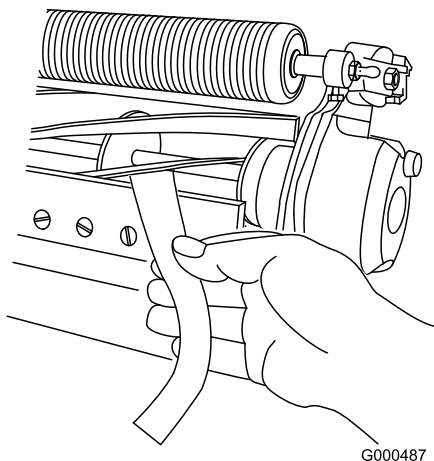

Figura 11
- B. Inserai o bucată lungă de hârtie pentru verificarea performanei de tăiere între cilindru i contracuit, perpendicular pe acesta din urmă (Figura 11), apoi **rotii** cilindrul încet în față; ar trebui să taie hârtia; în caz contrar, repetai pași A i B până când ajungeți la acest rezultat.
11. Inserai o bucată lungă de hârtie pentru verificarea performanței de tăiere (nr. piesă Toro 125-5610) între cilindru i contracuit, perpendicular pe acesta din urmă (Figura 11), apoi **rotii** cilindru încet în față; ar trebui să taie hârtia; în caz contrar, rotii fiecare urub de reglare al barei de cadru în sensul acelor de ceasornic cu 1 clic i repetați acest pas până când taie hârtia.